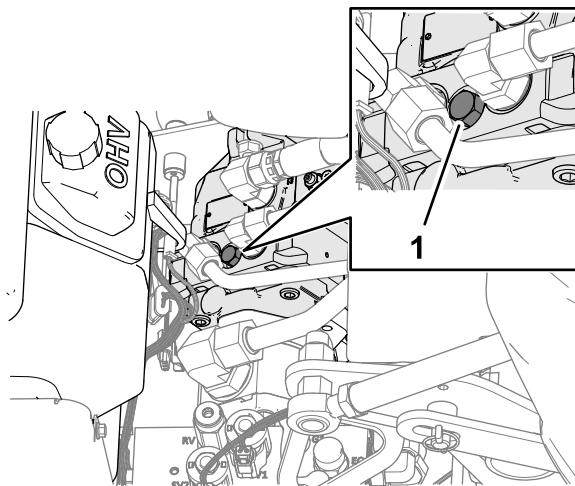

図 118
**注**バイパスバルブねじのカバーは **図 118**にあります。